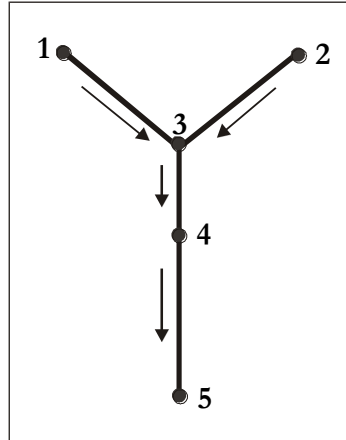

Figure 1 Schéma du réseau
Afin d'illustrer la mise en œuvre des différentes étapes, nous analyserons le réseau de drainage simple représenté par la figure 1. Il est composé de quatre (4) bassins de drainage et quatre (4) conduites pluviales.
Nous allons maintenant représenter les nœuds 1, 2, 3, 4 et l'exutoire 5 représentés sur la figure 1.